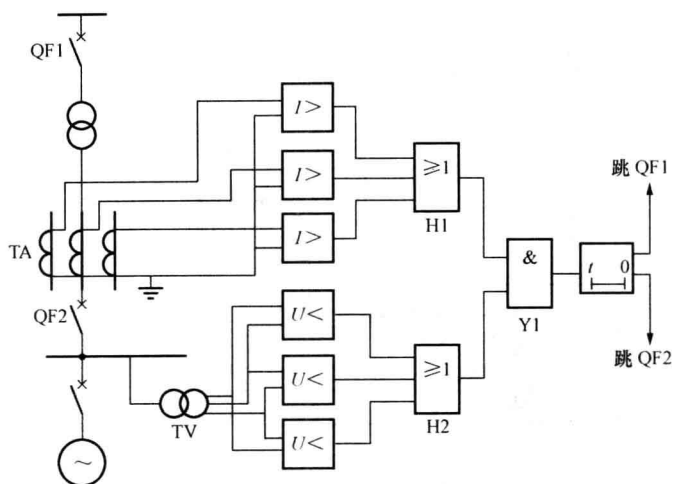

图 1-13 和逻辑图结合的示意式原理图
(3) 有的图只有部分电路是按实际接线画出的，另外一部分电路只是画出回路的基本走向，并没有画出完整的电路连接，属于原理图和示意图（也可以是逻辑图）的结合。例如图 1-13 中，该图左半部分既有一次系统的单线接线图，又有 TA 电流二次回路的具体接线图（画出了完整的电流回路），而电压互感器 TV 的一次、二次部分仅为示意。图的右半部分属于逻辑图。